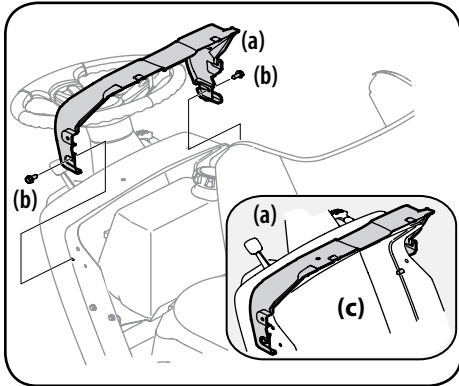

Figura 2-21
- Si la cubierta del tablero (a) se envía suelta, el hardware para la fijación de la cubierta guión (a) se envía instalado en el tablero de instrumentos (c). Retire los dos tornillos (B) del guión (c). Vea la Figura 2-21.
- Montar la cubierta del tablero (a) y alinee los orificios de montaje. Vea la Figura 2-21.
- Fijan la cubierta de tablero (a) el guión (c) con los tornillos (B) retirados en el paso 1. Consulte la Figura 2-21.